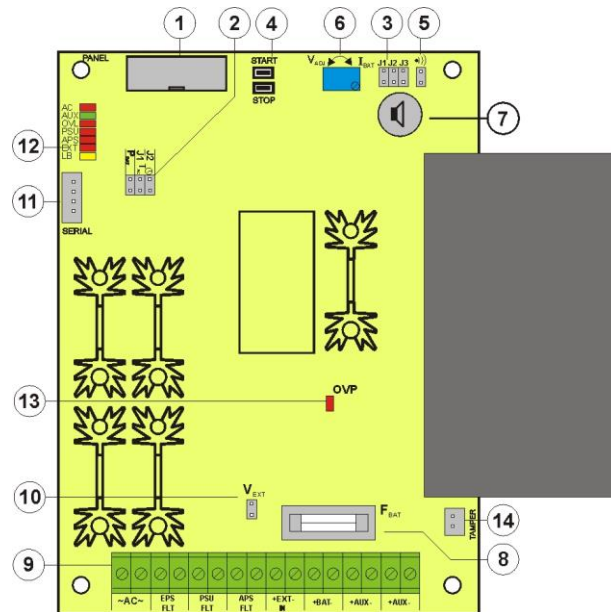

Abb. 2. Ansicht der PCB Platte des Netzteils.
Tabelle 1. Elemente der pcb -Platte des Netzgeräts (Abb. 2).
①	Separationstrafo
②	Patte des Netzgeräts(siehe Tab. 1, Abb. 2)
③	TAMPER ; Mikroschalter (Kontakte) des Antisabotageschutzes (NC)
④	F_{MAINS} Sicherung im Kreis der Speisung (~230 V)
⑤	L-N Klemme der Versorgung 230 V, Schutzklemme
⑥	Steckverbinder des Akkus; positiv: +BAT = rot, negativ: - BAT = schwarz
⑦	Griff des Antisabotagetampers